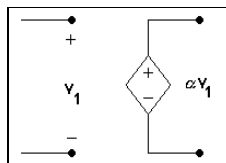

Figura 2.5: Fonte de tensão controlada por tensão.
- *Fonte e tensão controlada por tensão.* A Figura 2.5 mostra esse tipo de fonte. O fator α é denominado ganho de tensão.